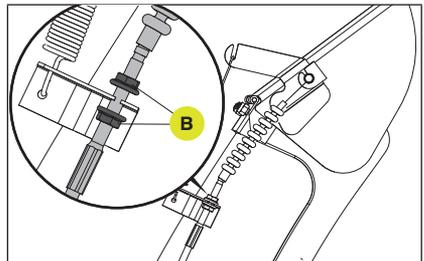

Figure 46
3. Sur le câble de commande du déflecteur de la goulotte, faites glisser la gaine en caoutchouc vers l'arrière et desserrez les deux écrous (B), un de chaque côté du support, comme illustré. (Fig. 46)